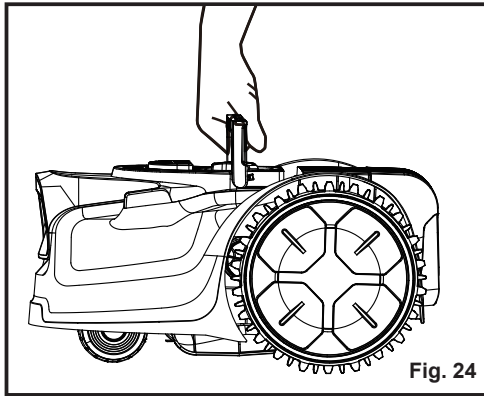

Fig. 24
3. Utilice el asa de transporte para transportar el cortacésped. Transporte el cortacésped con el disco de corte alejado del cuerpo (Fig. 24).